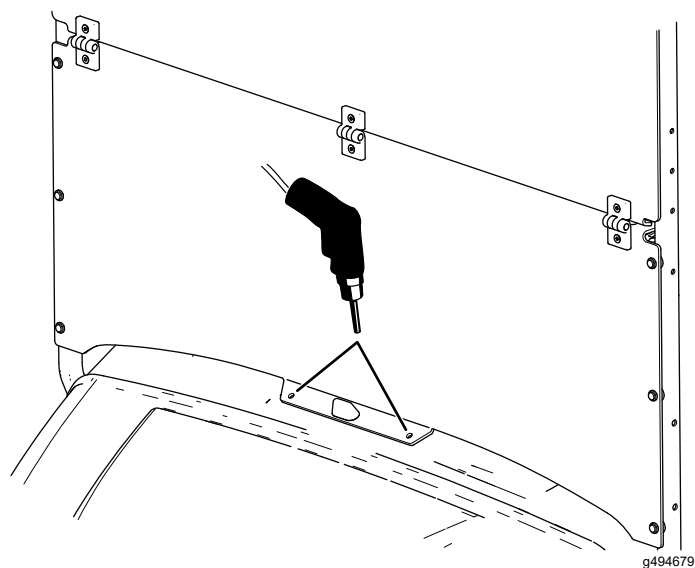

Figure 4
4. En utilisant le pare-brise comme gabarit, percez 2 trous (8 mm) dans la planche de bord (Figure 4).